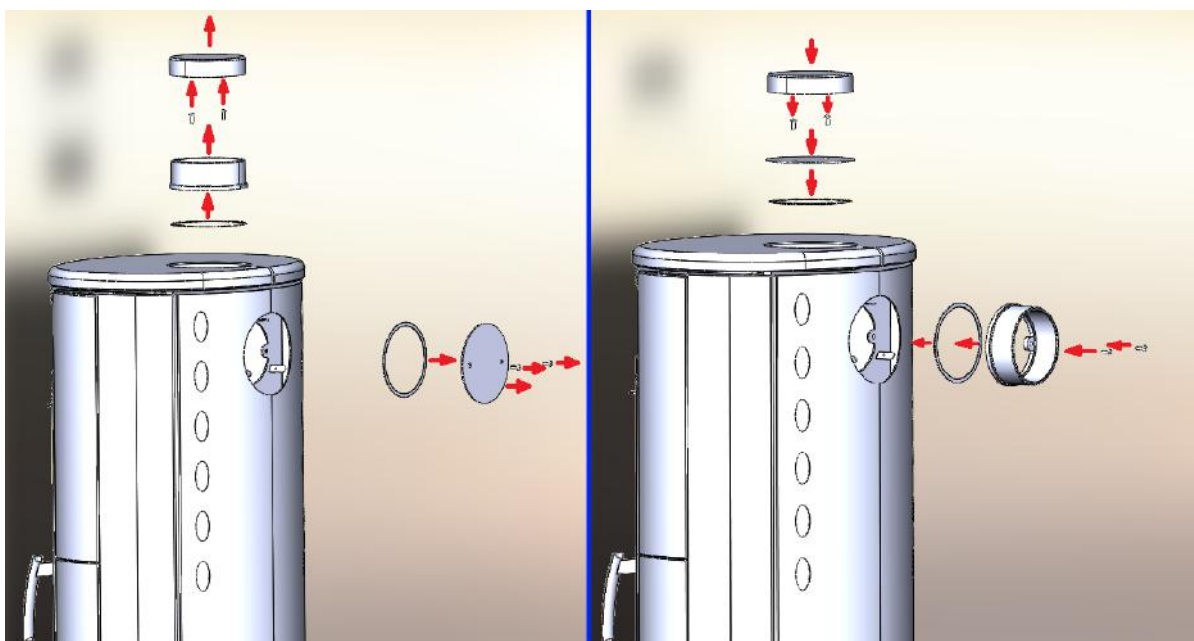

Abbildung 2 Austausch des Rauchrohranschlusses und des Rauchrohrdeckels
3. Abbildung 2 Austausch des Rauchrohranschlusses und des Rauchrohrdeckels	Seite 4